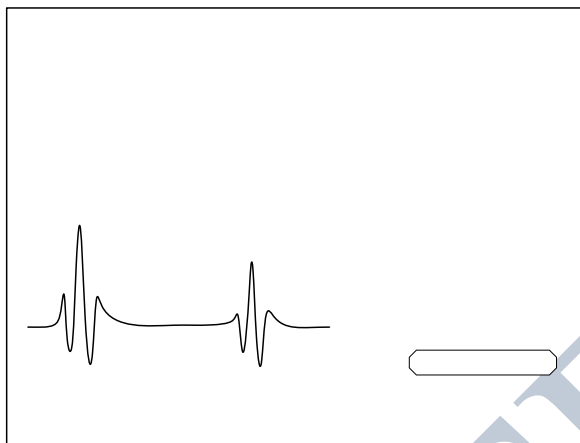

Рисунок 5-5 Окно Калибровки Пахиметрии
1. Нажатием кнопки [Calibration...] в меню Пахиметрии выведете на экран Окно калибровки Пахиметрии (Рис. 5-5).